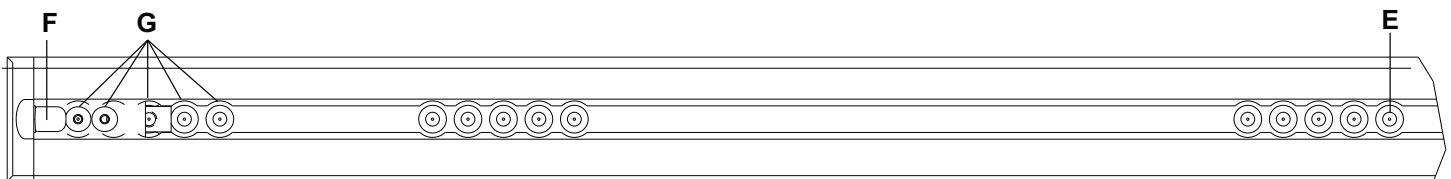

Figura 16 – Posición del posicionador de la placa de suelo - extremo de los pies
**Nota** - Si ha instalado anteriormente la placa de suelo sin el cable del anclaje al vehículo, mida 3 in o 7 in (7,6 cm o 17,8 cm) hacia el extremo de la cabeza desde la posición E del posicionador (Figura 16). Marque la posición en el centro del canal. Esta será la posición de la entrada eléctrica. Para ver las instrucciones para las conexiones eléctricas, consulte el manual de instalación de la placa de suelo de Stryker (6390-109-020).
**Nota** - Las ubicaciones del gancho de seguridad (F) y de los orificios de montaje adicionales (G) se muestran únicamente como referencia (Figura 16). No se utilizan para la instalación del **Performance-LOAD**.